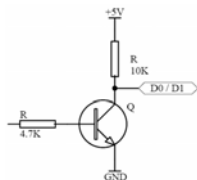

Figure 1
1. Sortie Wiegand (voir Figure 1)